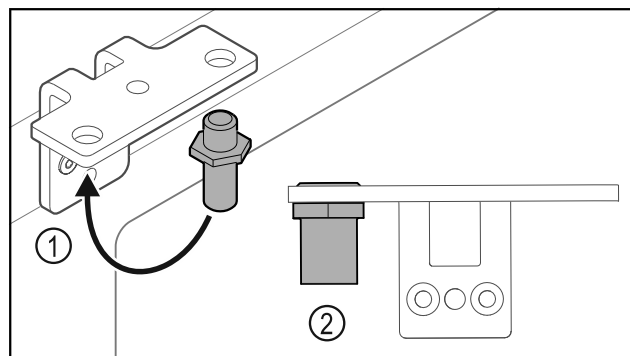

Fig. 17
► Helyezze át a csuklópántban a csapszeget Fig. 17 (1).
► Húzza meg a csapszeget Fig. 17 (2) **12 Nm-es forgatónyomatékkal**.